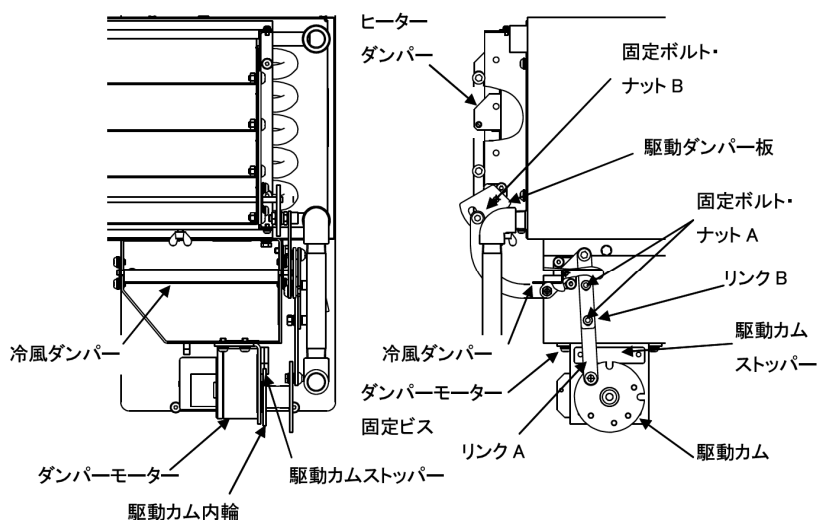

図 9-3
9.3.3 ダンパー弁(図 9-3,4,5,6)
2) ヒーターダンパー弁の調節(図 9-3,4)